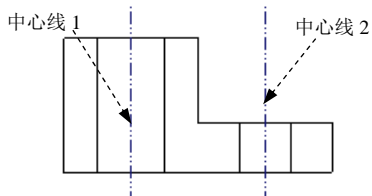

图 4.9.27 绘制中心线
Step10. 绘制图 4.9.27 所示的中心线。
(1) 在功能选项卡区域的 **草绘** 选项卡中单击 **构造线** 按钮，在系统弹出的“捕捉参考”对话框中单击 按钮。
(2) 选取直线 2 的中段作为参照，单击中键；然后将鼠标指针移至直线 2 的中段，在出现中点约束的地方单击选取一点，再沿垂直方向选取一点（使构造线自动捕捉到垂直方向），此时绘制出一条中心线。
(3) 类似地，选取直线 4 的中段作为参照，绘制出另一条中心线，如图 4.9.27 所示。
(4) 单击中键，完成中心线的绘制。